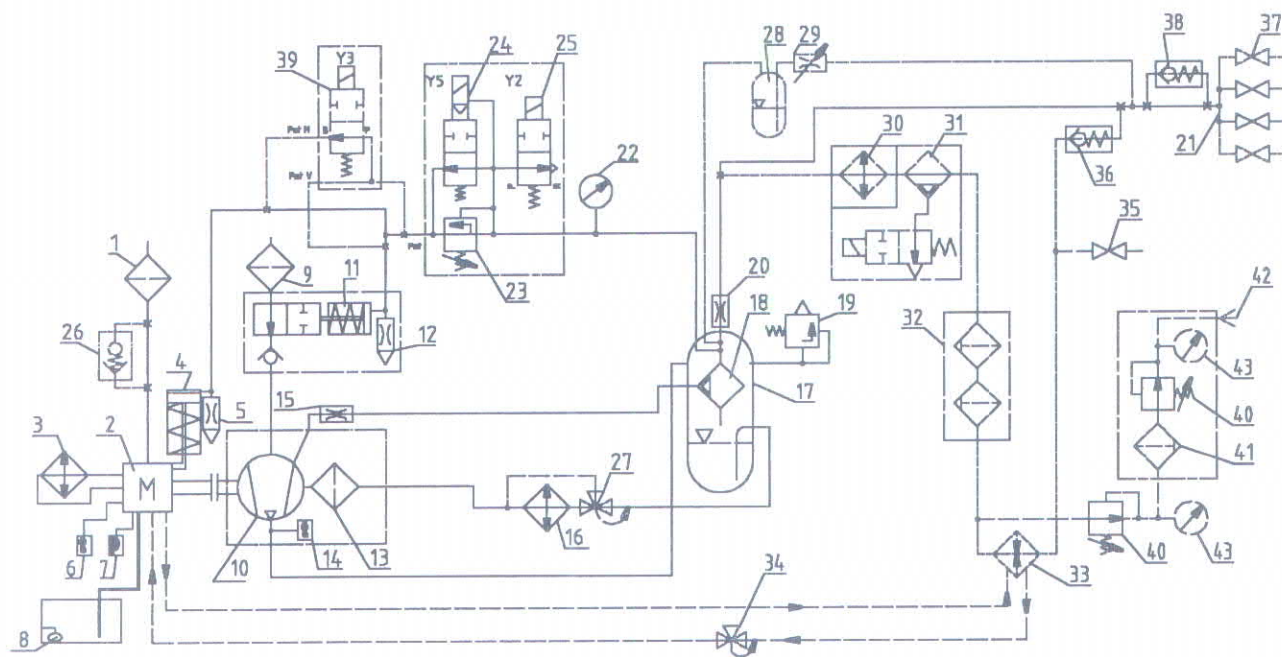

Figura 5
4.2 Sistema de funcionamiento (véase figura 5)